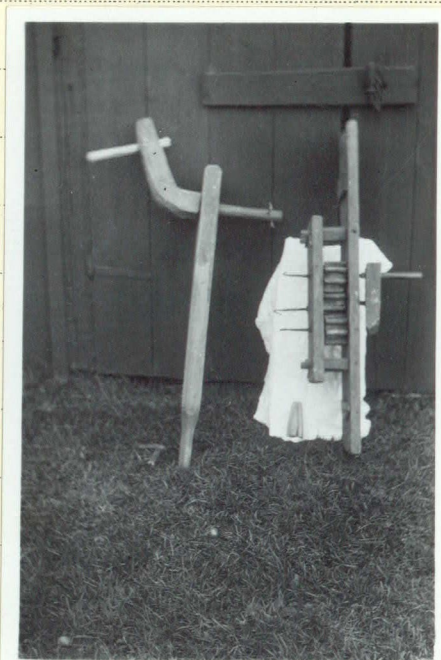

Bild 1.
*/ de äro bild 1 i kiden
(Beskrivning se bild 1.)